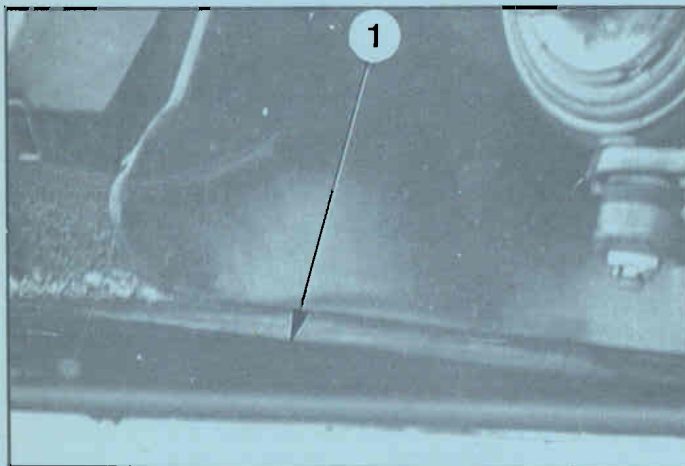

Fig. 25
1. De ruimte achter de beschermplaat waarachter zich de voorste hoogteregelaars links en rechts bevinden (afb. 25).
- Verwijder daartoe de stoppen (1) onder de beschermplaat en spuit door deze gaten.